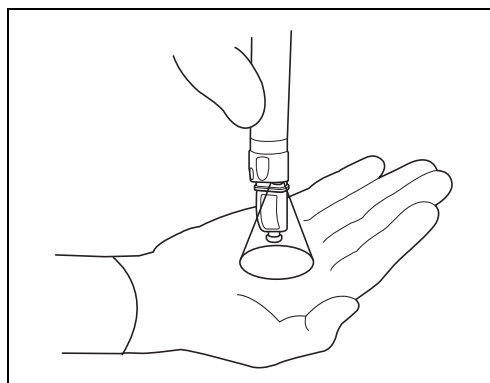

рисунок 3.27
- 3 Убедитесь в том, что из дистального конца эндоскопа выходит пучок света. (См. рис. 3.27)